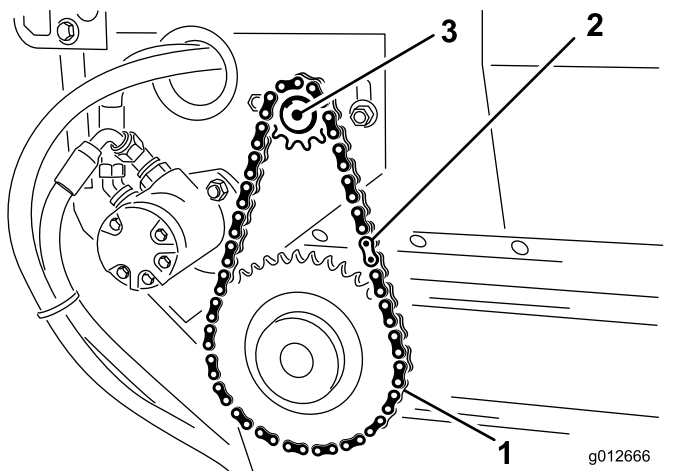

Рисунок 23
2. Снимите с цепи замыкающее звено и снимите цепь с маленькой звездочки (Рисунок 23).